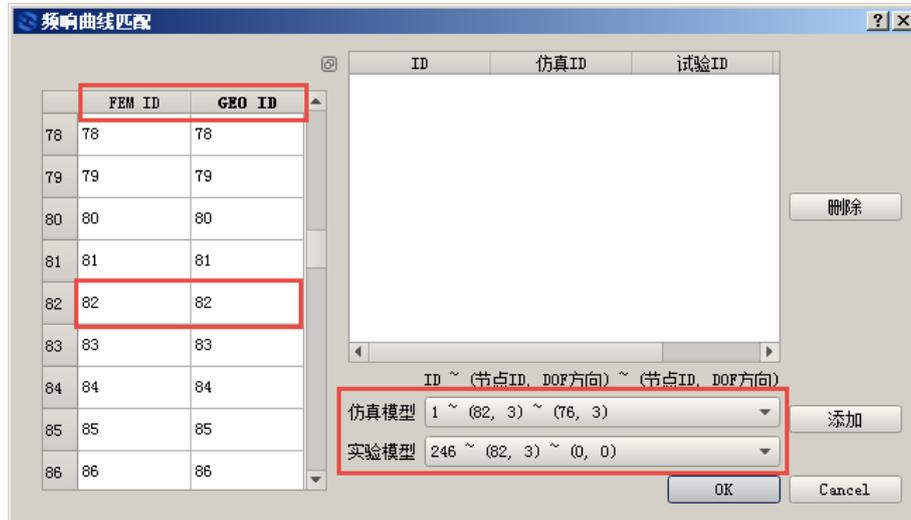
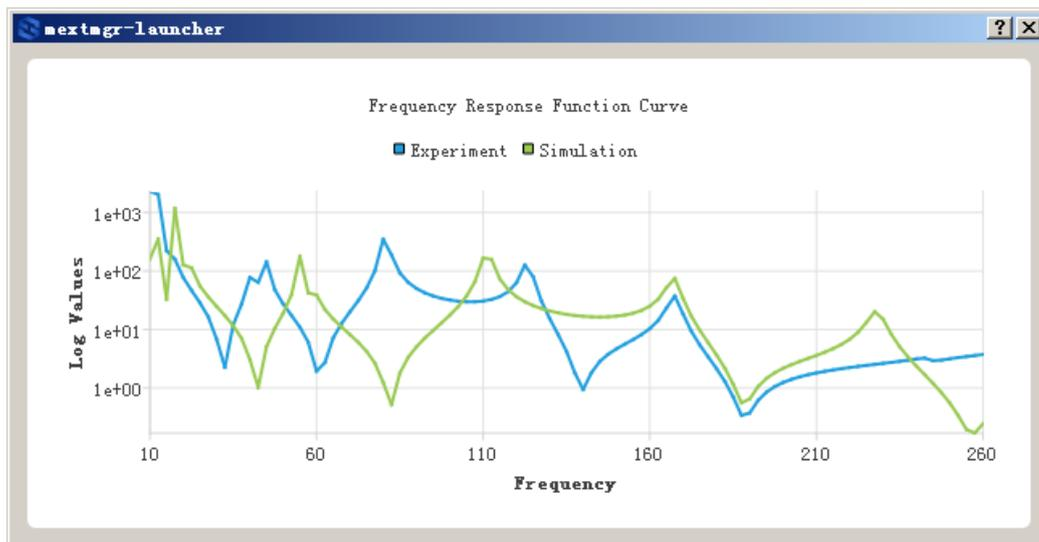

图 2.18 自由度匹配
图 2.19 修正前的频响曲线对比
④ 频响曲线匹配。右键点击“3 匹配节点”，选择“匹配自由度/频响曲线”，弹出对话框，如图 2.18 所示。右下角“仿真模型”选择“1~(82,3)~(76,3)”，表示第一组响应点和激励点，82 是响应点的节点号，3 是自由度编号，76 是激励点的节点号，该算例中只有这一组激励响应；“试验模型”选择“246~(82,3)~(0,0)”，其中响应点及其自由度要和仿真模型中的相匹配，而激励点全是 (0, 0) 是因为该算例的试验数据文件 frf.unvs 中没有定义激励点。点击“添加”，弹出窗口，显示修正前的仿真模型与试验模型的频响曲线对比（激励点 76 号节点，Z 向，响应点 82 号节点，Z 向），如图 2.19 所示，蓝色曲线是试验模型的频响曲线，绿色曲线是仿真模型的频响曲线，二者有较大的偏差。
关闭修正前的频响曲线对比图，回到图 2.18 所示窗口，点击右下角“确定”，完成频响曲线的匹配。（注意：频响曲线匹配的时候，一定要先“添加”，再“确定”）